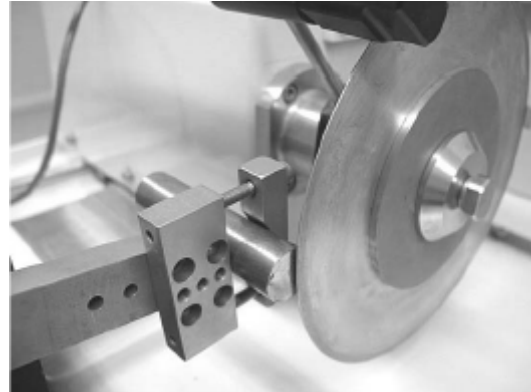

Figura 6. Disco de corte detrás de la probeta.
- b. Gire la manivela en el sentido contrario al de las agujas del reloj para hacer avanzar el disco de corte hasta que quede justo detrás y casi tocando la probeta (ver **figura 6**).
- d. Gire la manivela en el sentido contrario al de las agujas del reloj hasta que el disco recorra el ancho del corte (ver **figura 6**).